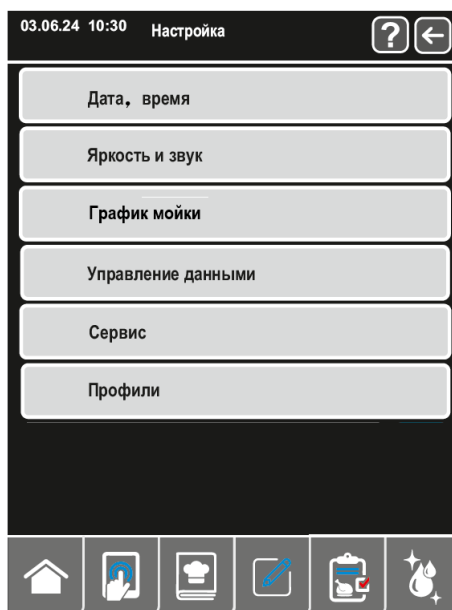

Рис.15. Окно настройки.
5.6.1 На главном окне см.рис.6 нажать  отобразится окно настроек рис. 15.